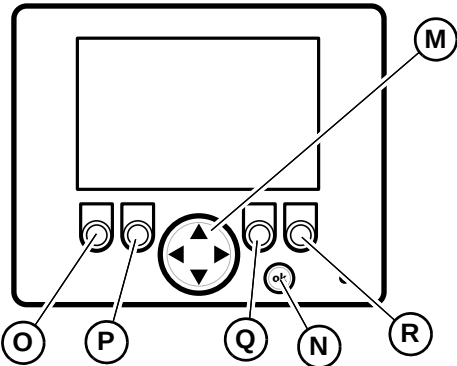

Figura 20 – Pantalla electrónica del centro de información
Pantalla de indicador cuádruple Muestra cuatro parámetros de estado de forma simultánea. Para cambiar los parámetros mostrados, mantenga presionado el botón «OK» (N, Figura 20) hasta que se muestre la barra de color naranja (T). Presione la parte izquierda o derecha del botón basculante de navegación (M, Figura 20) para seleccionar el parámetro y presione la parte superior o inferior para cambiar el parámetro seleccionado. Vuelva a presionar el botón «OK» para ocultar la barra de color naranja (T).
Pantalla de indicador único Muestra parámetros de funcionamiento individuales en tiempo real. Con el botón de navegación (M, Figura 20) puede cambiar de un parámetro a otro. Se utiliza para diferentes funciones, según la pantalla y el contexto.
Todas las pantallas secundarias	Para acceder a las pantallas secundarias se mantiene presionado el botón «OK» (N, Figura 20) durante 10 segundos mientras se muestra la pantalla de indicador doble. Presione la parte izquierda o derecha del botón basculante de navegación (M, Figura 20) para cambiar de una pantalla secundaria a otra.
Pantalla de unidades Presione la parte superior o inferior del botón basculante de navegación (M, Figura 20) para cambiar entre las unidades SAE y las métricas para los valores mostrados en las pantallas.
Pantalla de idioma Presione la parte superior o inferior del botón basculante de navegación (M, Figura 20) para cambiar entre inglés y español los valores mostrados en las pantallas.
Pantalla DM1 Muestra la información de mensajes de código de error del motor, el sistema de transmisión, el control y el sistema de seguridad. En la parte superior izquierda de la pantalla se muestra el número de mensajes disponibles (T). Utilice los botones (P y Q, Figura 20) para desplazarse por los mensajes. Consulte en «Códigos de diagnóstico de avería (DTC) de motor» en la página 182 la información de los códigos de error específicos.
Pantalla DM2 Continuación de la presentación de mensajes de código de error junto con la pantalla DM1. En la parte superior izquierda de la pantalla se muestra el número de mensajes disponibles (T). Utilice los botones (P y Q, Figura 20) para desplazarse por los mensajes. Consulte en «Códigos de diagnóstico de avería (DTC) de motor» en la página 182 la información de los códigos de error específicos.